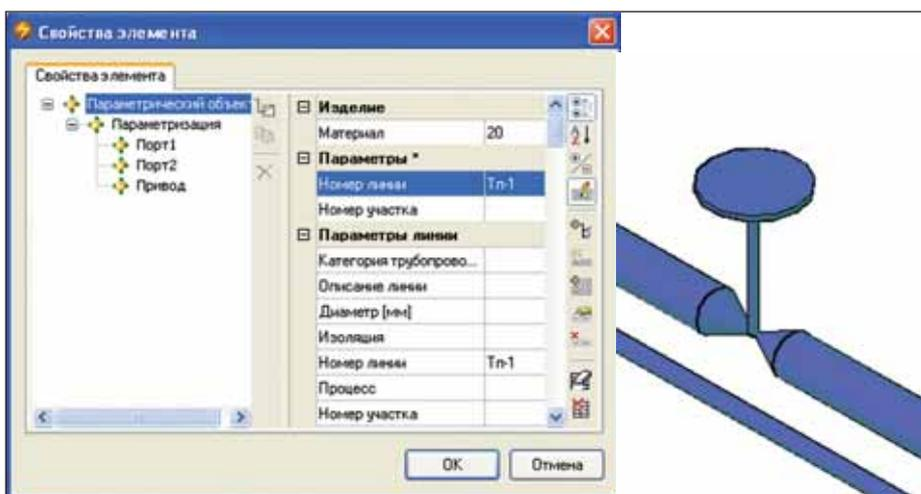

Рис. 10. Вставка эскиза арматуры
- *вставка эскиза арматуры* (рис.10). Диаметр берется по участку трубопровода, на котором размещается арматура. Эскиз представляет собой условное изображение арматуры, обладающее определенным набором геометрических параметров (длина, диаметр, высота привода). Задание